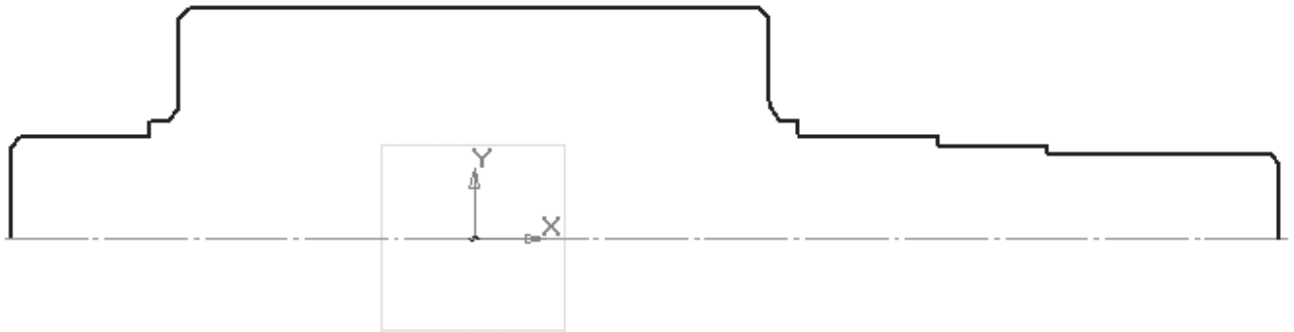

Рисунок 3.2 – Ескіз контуру ведучого вала-шестерні
2. Виділіть зміщену площину і почніть побудову ескіза на ній. Сформуєте контур вала-шестерні (рис. 3.2).